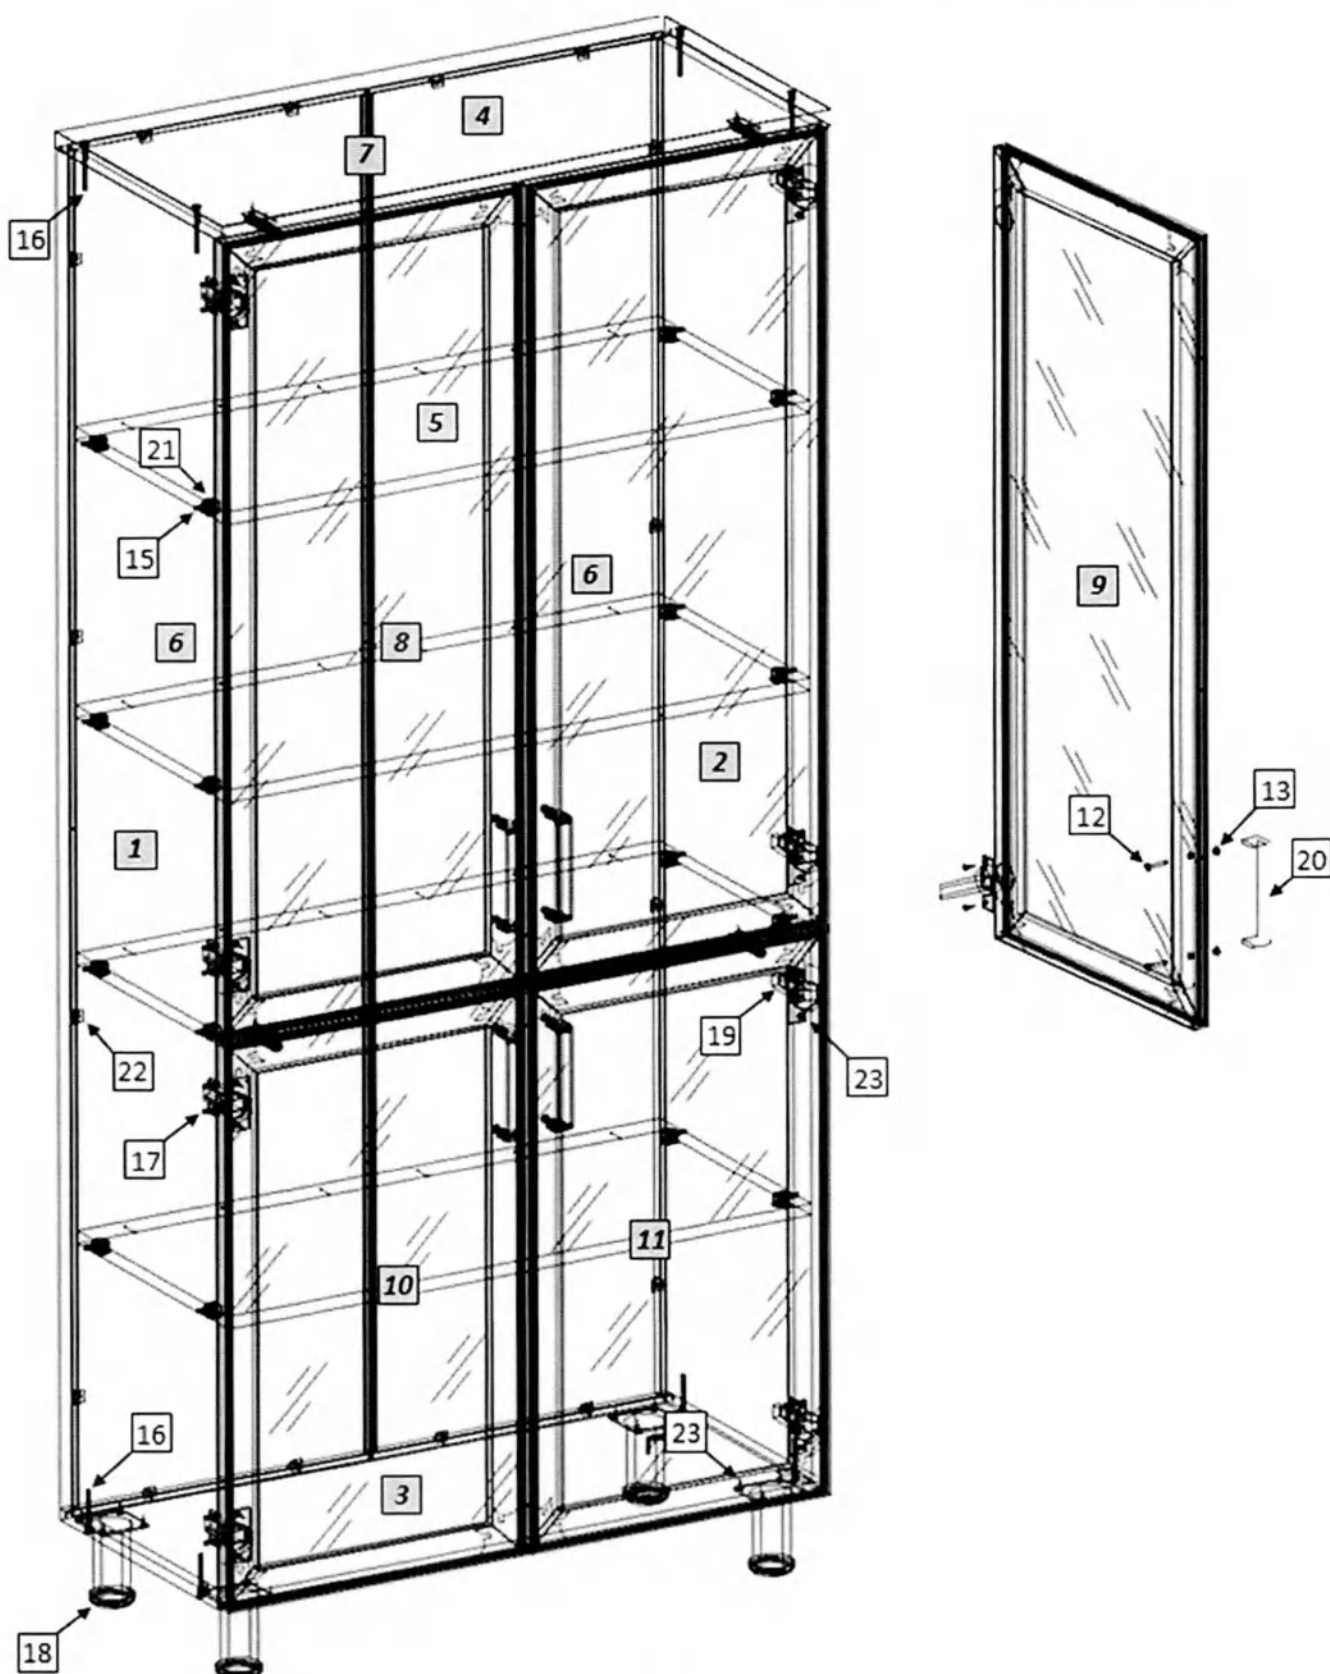

Рис. 1
1. Внимательно ознакомьтесь со схемой сборки, изображённой на рис. 1, сверяясь со спецификацией на изделие. Согласно схеме и спецификации определите расположение деталей в изделии и порядок их сборки. Сборка производится на ровном полу, укрытом материалом, предотвращающим повреждение покрытия пола и деталей мебели. Подготовьте необходимые для сборки инструменты – плоскую и крестовую отвёртки, молоток, рулетку или линейку.
2. На боковых стенках (1,2) установите ввинчиваемые дюбели эксцентриковых стяжек (17). На боковых стенках (1,2,10,11) установите монтажные планки петель (19). На горизонтальных стенках (5) установите эксцентриковые стяжки (23). Евровинтами (18) соедините боковые стенки шкафа (1,2) с горизонтальной нижней стенкой (3) и крышкой (4), боковые стенки антресоли (10,11) с горизонтальной нижней стенкой (12) и крышкой (13), установив в пазы задние стенки (6,14). В стык задних стенок шкафа устанавливается соединительный профиль (9). Закрепите задние стенки в пазах уголками (24). Установите и закрепите горизонтальные стенки (5), гвоздями (16) зафиксируйте к ним заднюю стенку. На горизонтальной нижней стенке (3) шурупами (25) закрепите опоры (20).
3. На дверях (7,8,15,16) шурупами 4×16 (25) закрепите петли (21), установите ручки (22). Закрепите двери к боковым стенкам. При необходимости отрегулируйте положение дверей винтами петель. На видимые головки евровинтов установите заглушки (26).